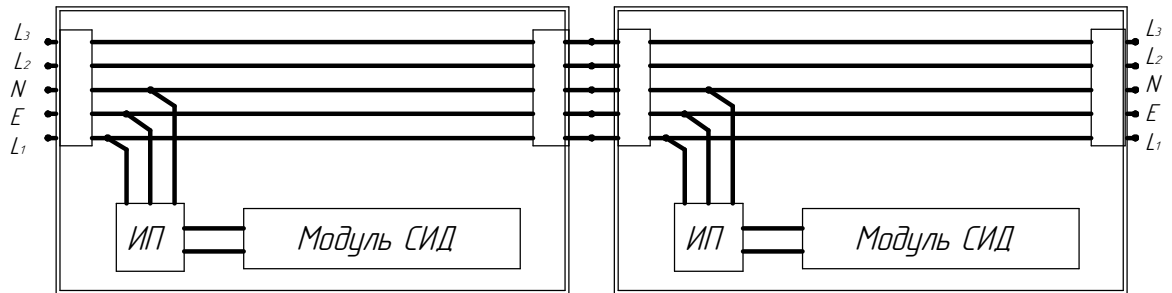

Рисунок 4 - Схема сквозной проводки
2.8 Светильники, предназначенные для установки в линию, предусматривают в своей конструкции сквозную проводку. Схема сквозной проводки приведена на рис.4.